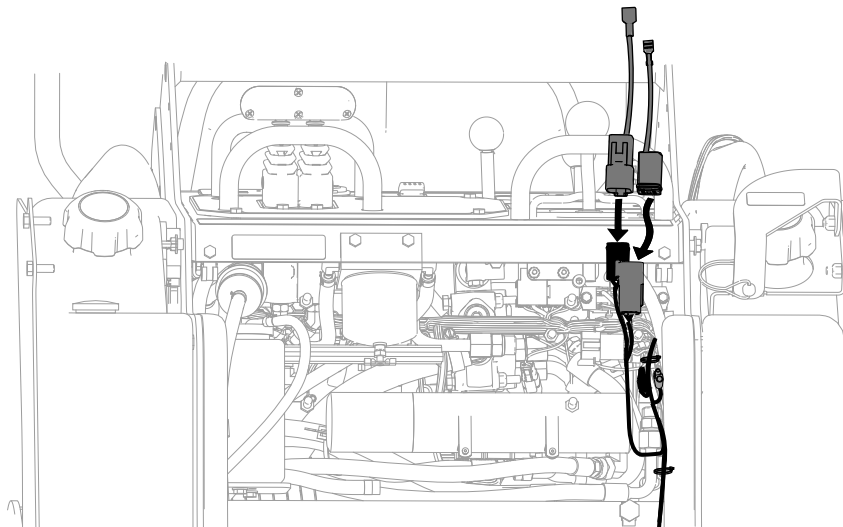

Bild 6
- A. Stecken Sie die beiden Überbrückungskabel in die entsprechenden Stecker am Kabelbaum des Anbaukits (Bild 6).